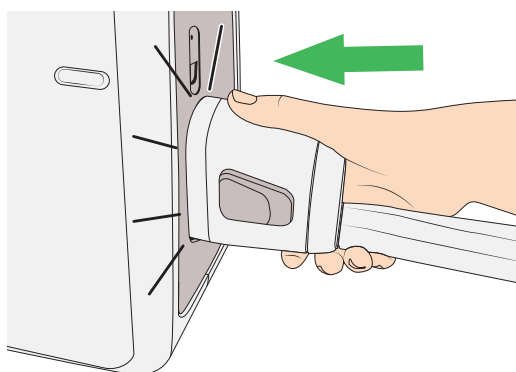

Figura 44
7. Conecte o conjunto de tubos à bomba Auralis . Assegure-se de que o conjunto de tubos encaixa no lugar com um clique. Consulte a Figura 44